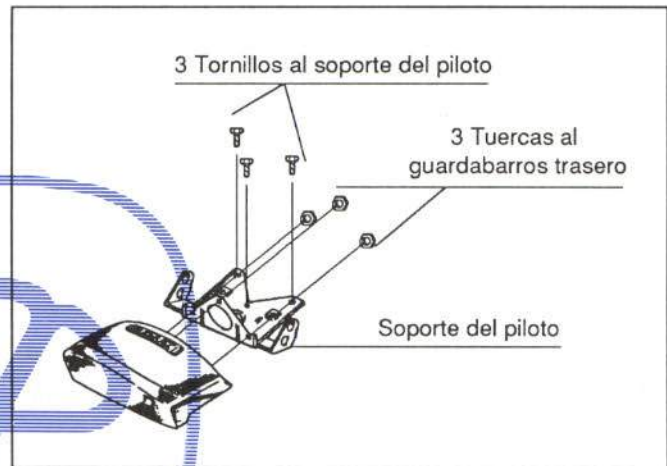

Figura 23.- Sujeción del piloto trasero
- Piloto trasero con su soporte (figura 23)